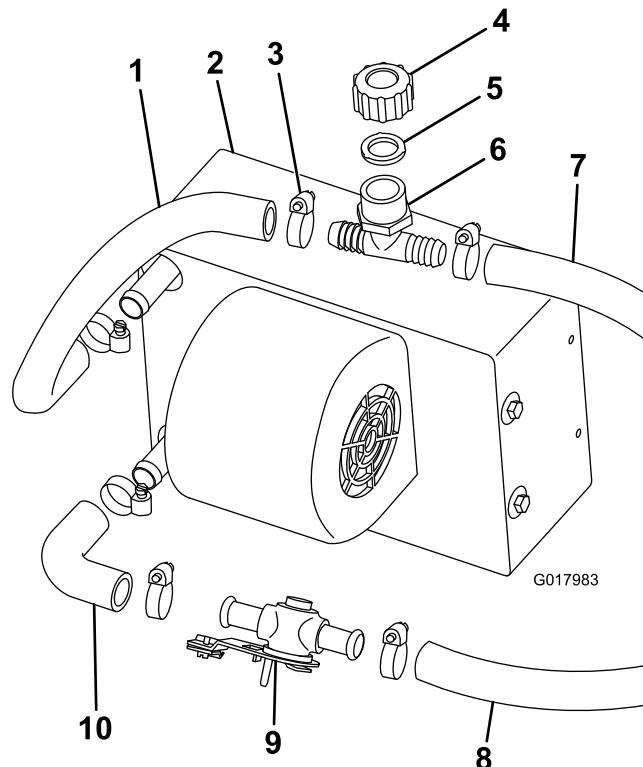

Figura 2
1. Conecte provisionalmente el codo al acoplamiento inferior del calentador con una abrazadera (Figura 2).
2. Conecte la válvula del calentador al codo con una abrazadera (Figura 2).
3. Corte un trozo de 30 cm de manguera de 5/8 pulgada, y sujételo al acoplamiento superior del calentador con una abrazadera (Figura 2).
4. Conecte el acoplamiento en T blanco, la junta y el tapón a la manguera superior del calentador con una abrazadera (Figura 2).